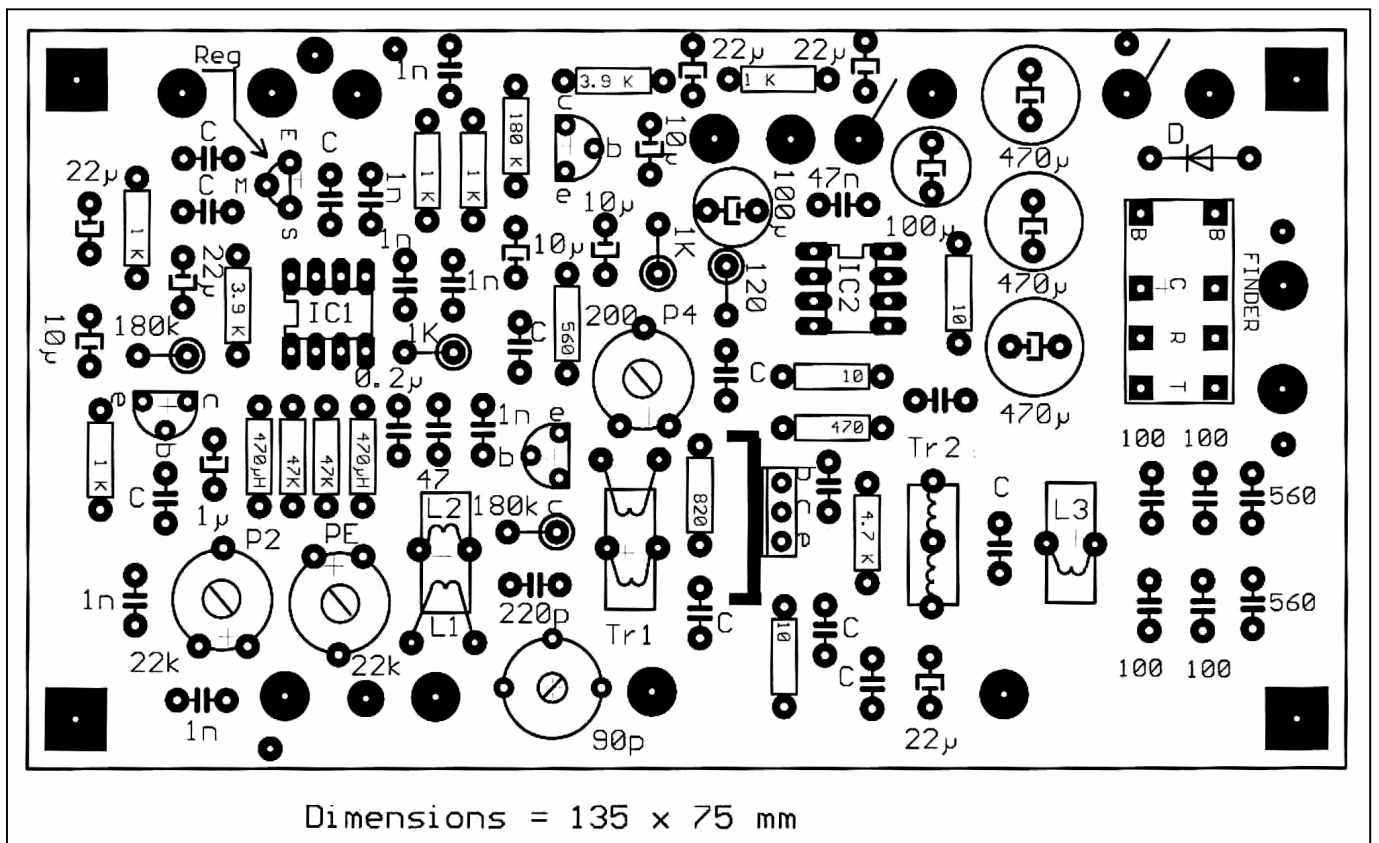

Figure : 2
- Brancher le microphone  $Z = 300$  à  $600\Omega$  tourner P2 de la figure 2 à  $\frac{1}{2}$  course